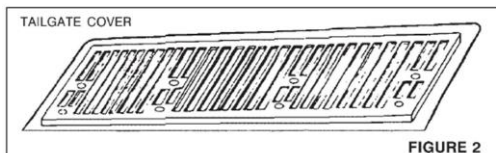

FIGURE 2
Using the screws provided in kit (See FIGURE 2), fasten tailgate cover to truck tailgate using a Phillips screwdriver. **DO NOT OVERTIGHTEN.** Plastic nut inserts on truck tailgate will easily strip out.
Stand at rear of pickup (center) and lift bedliner floor up. Have a second person push bedliner wall under siderail of the pickup truck (See FIGURE 2). Release bedliner floor.
3. Position "Liner-Lok™" fastener with side "A" towards screw tip (see FIGURE 2).
Utilisant les vis fournies dans le kit (voir FIGURE 2), avec l'aide d'un tournevis Philips, attache la couverture de hayon à la porte de hayon du camion. NE PAS TROP SERREZ. Les rondelles en plastique sur le hayon de camion dépouilleront facilement.
Debout, à l'arrière du pick-up (centre), relevez le plancher de la doublure du plateau. La deuxième personne doit alors pousser la paroi de la doublure du plateau en dessous de la paroi latérale du pick-up (voir FIGURE 2). Lâchez le plancher de la doublure du plateau.
3. Positionner et visser les attaches "Liner-Lok" comme illustré en fig.2.
4. Insérer la pointe de la vis dans le trou de la doublure et dans le crochet en métal de l'attache et visser d'une ou de deux rotations, jusqu'à ce que la pointe de la vis soit engagée dans l'attache. IMPORTANT: le "Liner-Lok" doit pendre et ne doit pas être serré à ce moment précis de l'opération (voir fig. 2).